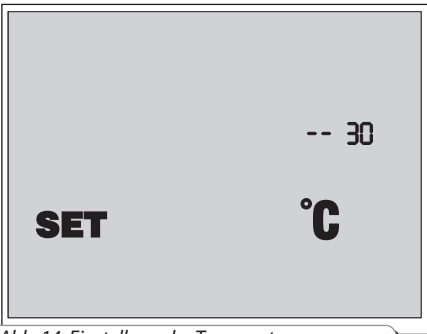

Abb. 14. Einstellung der Temperatursensoren
- Nach dem Aufrufen des Einstellmodus erscheinen die Temperatureinstellungen des Kanaltemperatursensors auf dem Display, Abb. 14.